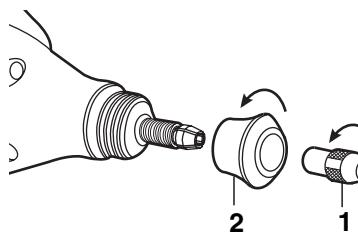

FIG. 1
1. Press the shaft lock button on the rotary tool, unthread and remove the standard collet nut **1** (Fig.1).
2. Unthread the housing cap **2** from the tool (Fig.1).
1. Appuyez sur le bouton de blocage de l'arbre de l'outil rotatif, dévissez et enlevez l'écrou de douille standard **1** (Fig. 1).
2. Dévissez le capuchon du boîtier **2** de l'outil (Fig. 1).
1. Oprima el botón de fijación del eje de la herramienta giratoria, desenrosque la tuerca del portaherramienta estándar **1** y quitela (Fig. 1).
2. Desenrosque la tapa de la carcasa **2** de la herramienta (Fig. 1).